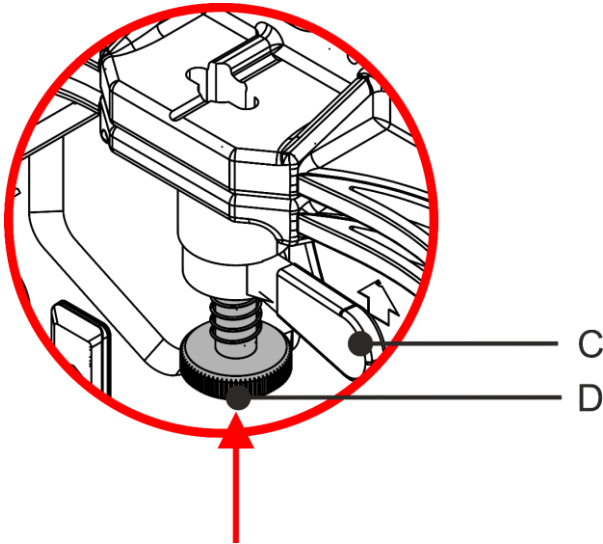

Fig. 24
- 01) Gire la **palanca (C)** en sentido antihorario.
- 02) Empuje el **mecanismo de bloqueo (03)** y gírelo 90° en sentido horario o antihorario como se muestra en las Fig. 24 y 25.